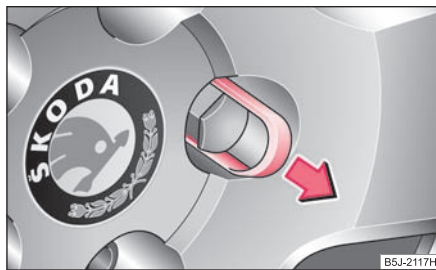

Fig. 191 Înlocuirea roții:
- Trageți capacul cu **brida din material plastic** ⇒ fig. 191.